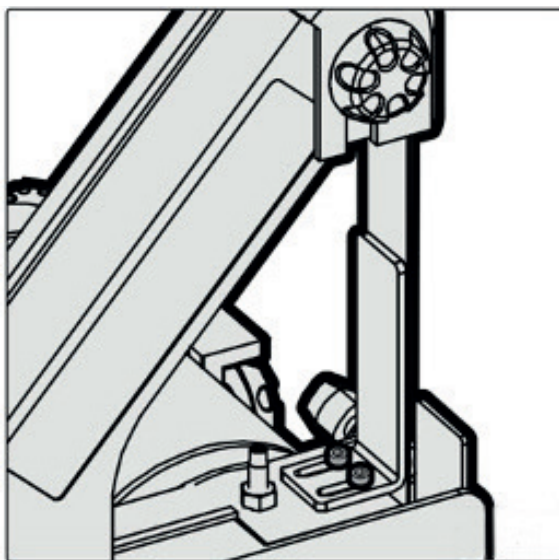

Рис. 11.
3. Ослабьте два винта с шестигранной головкой (рис. 11), которыми вал крепится к раме шлифовальной машины. Отрегулируйте вал так, чтобы он почти касался задней части ремня. Снова затяните оба винта шестигранным ключом.